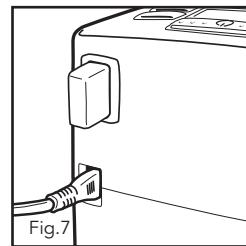

Fig.7
9. Une fois le SmartStick™ inséré correctement, relier le capuchon SmartStick™ sur le SmartStick™. Si le SmartStick™ n'est pas utilisé, le capuchon doit être en place (Fig.7).